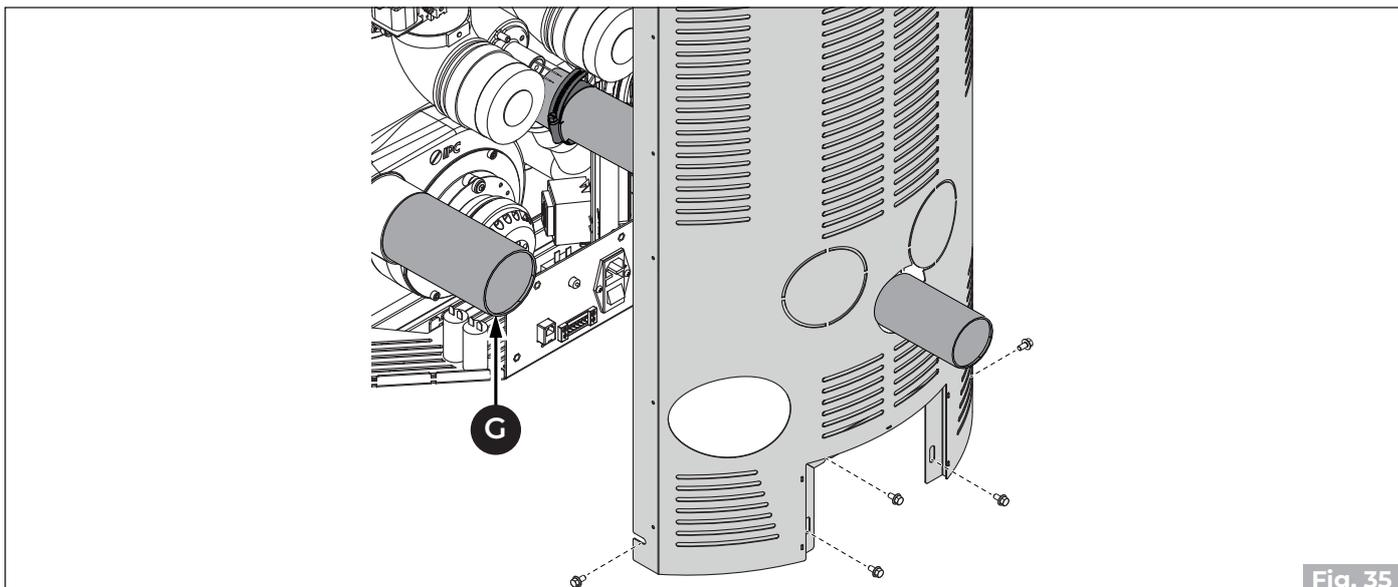

Fig. 35
- Schließen Sie das Rauchabzugsrohr **(G)** ("Abb. 35") an.